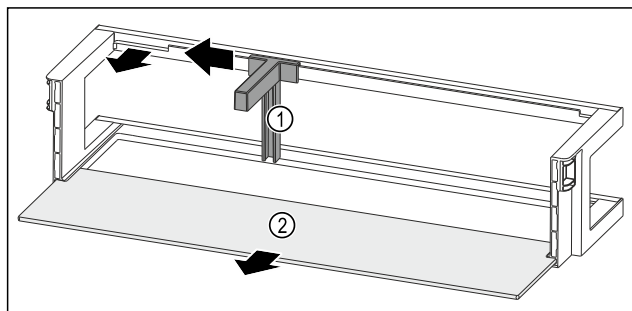

Fig. 93 Deurrek met flessenhouder en draagplateau
- Flessenhouder Fig. 93 (1) tot aan de uitsparing opzij schuiven.
- Flessenhouder Fig. 93 (1) verwijderen.
- Draagplateau Fig. 93 (2) verwijderen.